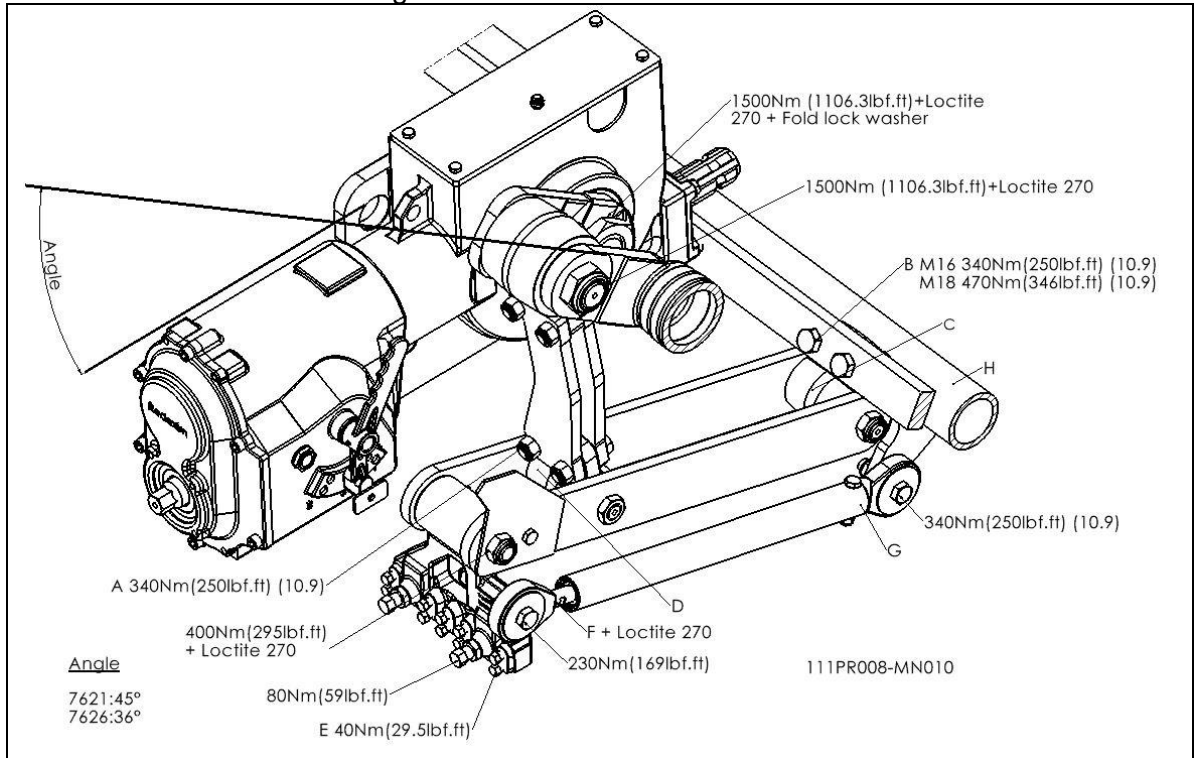

Abb. 15
In Abb. 15 finden Sie die Anzugsmomente der wichtigsten Schrauben/Muttern. Stellen Sie sicher, dass die Schrauben und Muttern, deren Einstellungen nicht vorgegeben sind, gerade soweit angezogen werden, wie vergleichbare Schrauben oder Muttern. Wenn sich Schrauben und Muttern lösen, darf Loctite verwendet werden, um sie wieder festzuziehen.
14. Ziehen Sie die Mutter VIII an mithilfe der in Abbildung 15 angegebenen Anzugskupplung.
6. Nachdem Kurbel und/oder Lager zurückgesetzt wurden, können die Teile in derselben Reihenfolge, wie sie herausgenommen wurden, wieder eingesetzt werden. Verwenden Sie Loctite, wo dies in Abbildung 15 angegeben ist.
Falls ein Element nicht länger mit den angrenzenden Elementen ausgerichtet ist, kann das Ausrichten folgendermaßen korrigiert werden: (Siehe Abb. 15)